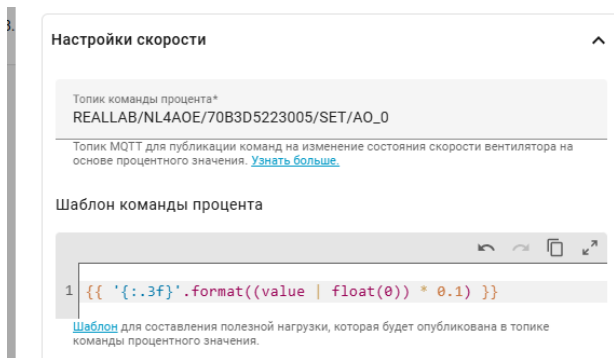

Рис. 3.12. Настройка устройства MQTT
8. Вставляем тот же топик или другой в поле “Топик команды процента” (рис. 3.12). В типе объекта “вентилятор” этот топик отвечает за интенсивность работы вентилятора. Мы будем использовать шаблон команды, что переводить проценты от 0 до 100 в число от 0 до 10 вольт: